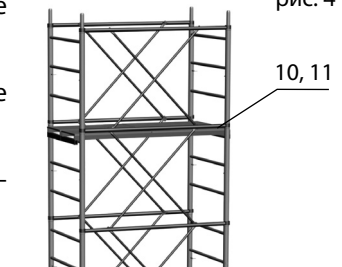

рис. 5
- Установить настилы (10, 11) на высоте не более 14,8 м (рис. 5).
- Последняя секция вышки, служит ограждением рабочей зоны (рис. 5).